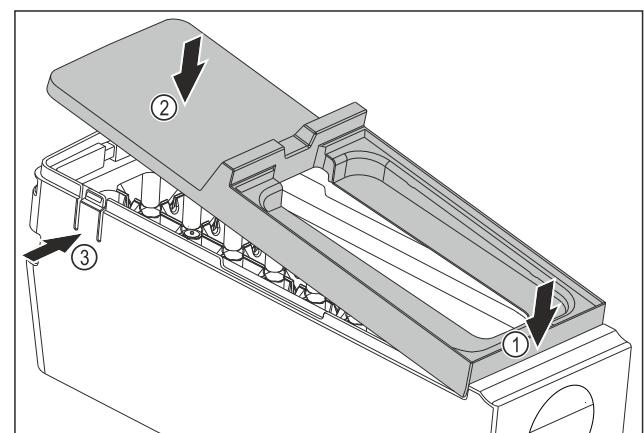

Fig. 114
- Montați apărătoarea corpului EasyTwist-Ice: Așezați în față apărătoarea. Fig. 114 (1)
- Coborâți în spate apărătoarea. Fig. 114 (2)
- Apărătoarea se fixează în poziție cu zgomot specific în cele două eclise Fig. 114 (3).